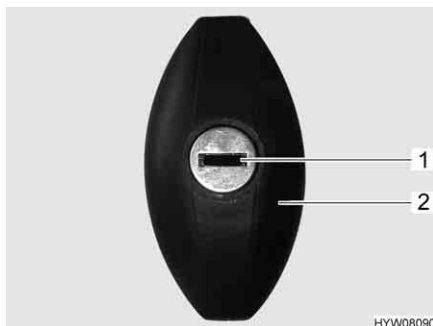

Fig. 48 Serratura dello sportello (ellittico, chiuso)
- Inserire la chiave nel cilindro della serratura (Fig. 48,1) e ruotare in senso antiorario di un mezzo giro. La maniglia della serratura (Fig. 48,2) scatta all'infuori.